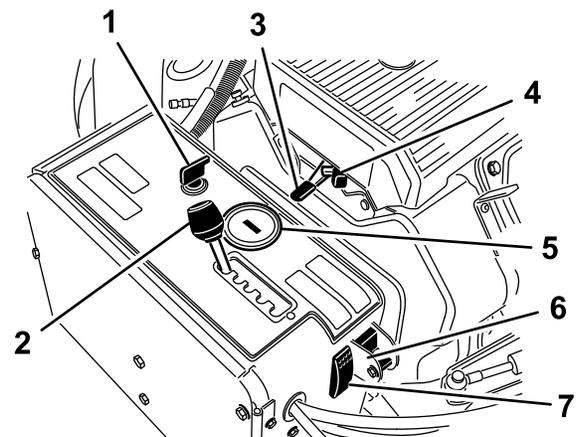

Figure 12
Le commutateur d'allumage (Figure 12) sert à démarrer et couper le moteur. Le commutateur a 3 positions :
Placez le levier (Figure 12) dans la position correspondant à l'espacement des trous voulu ou à la position « T » pour le transport.
La commande d'accélérateur (Figure 12) permet de réguler le régime moteur. Déplacez la commande en avant (position HAUT RÉGIME) pour augmenter le régime moteur ou en arrière (position BAS RÉGIME) pour le réduire. Le régime moteur régule la vitesse de la tête d'aération et commande la vitesse de déplacement de la machine.
- Lorsque le moteur s'arrête, le compteur horaire/compte-tours (Figure 12) affiche le nombre d'heures de fonctionnement du moteur.
Utilisez le starter pour démarrer le moteur à froid (Figure 12).
Tournez le sélecteur vers le bas pour désactiver la fonction TrueCore (Figure 12). Retirez le boulon pour accéder au sélecteur manuel.
Appuyez sur l'interrupteur de réinitialisation du système (Figure 12) pour lever la tête d'aération si la machine tombe en panne (de carburant par exemple).